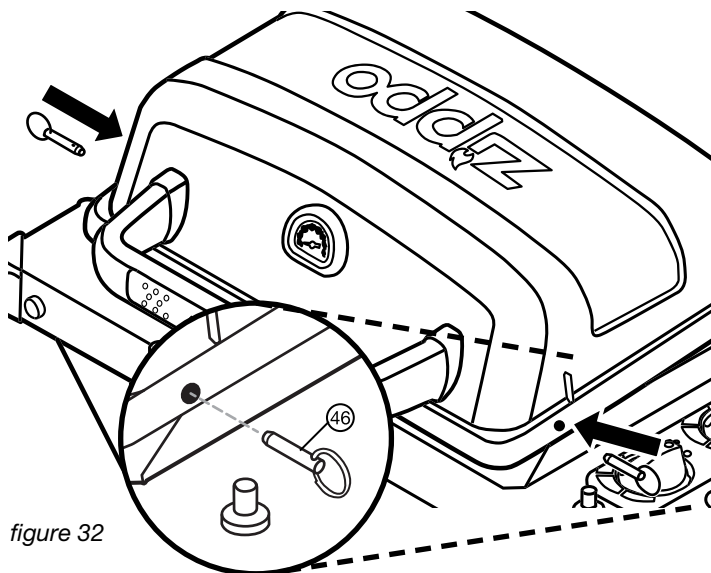

figure 32
Installer les axes de couvercle (46) dans les trous, comme indiqué à la figure 32.